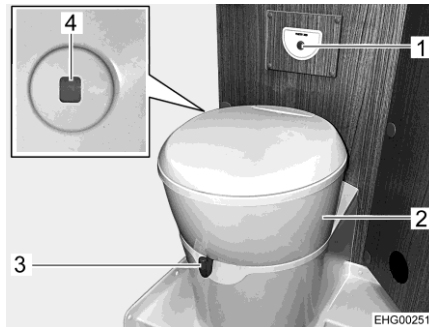

Bild 112 Toalett
Toalettskålen kan vridas till önskad position. Ta tag i toalettens överdel (Bild 112,2) med händerna och vrid.
Kontrollenheten med spolknappen (Bild 112,1) är placerad i närheten av toalettskålen.
- Öppna spjället på toaletten före spolning. Skjut för detta spjällspaken (Bild 112,3) moturs.
- För att spola, tryck på den blå spolknappen (Bild 112,1).
Nivåindikeringen (Bild 112,4) ändrar färg från grönt till rött när latrintanken måste tömmas.